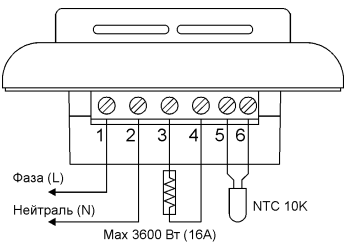

Рис. 3
### КЛЕММЫ ПОДКЛЮЧЕНИЯ (рис. 3)
- выполните подключения в соответствии со схемой (рис. 3);